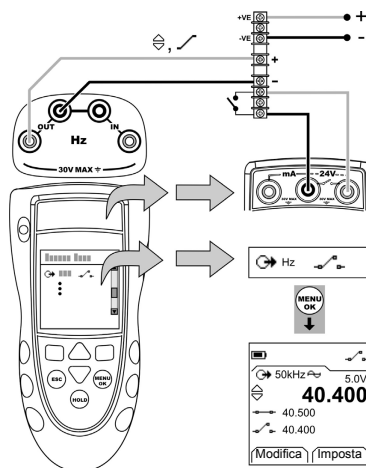

Figura 6: Esempio configurazione – test del selettore
1. Collegare lo strumento (Figura 6) e, se necessario, modificarne il *Setup* (Tabella 1).